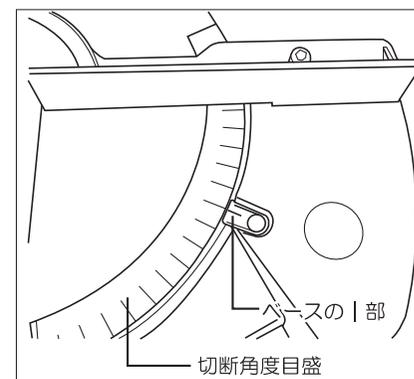

図18
- ②ターンベースの切断角度目盛り0度と、ベースの|部を合わせてください。(図18参照)